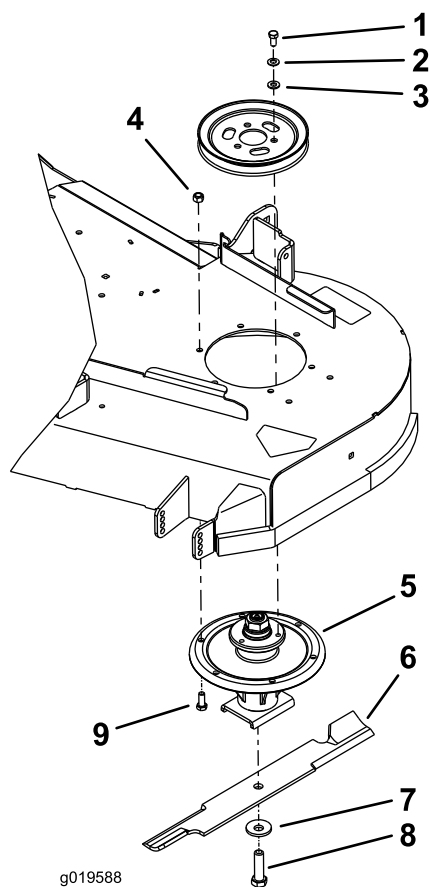

Figura 1
4. Retire los tres pernos que sujetan la polea de la carcasa al buje de aluminio. Guarde la polea de la carcasa y deseche los pernos (Figura 1).
9. Instale el conjunto de eje nuevo debajo de la carcasa de corte con 6 pernos (M10-1,5 x 25) y 6 tuercas (M10-1,5) (Figura 1).
10. Alinee los tres taladros de la polea de la carcasa con los tres taladros del buje del eje e instale 3 pernos (3/8 x 3/4 pulgada), 3 arandelas curvas pequeñas y 3 arandelas planas (Figura 1).
11. Instale la cuchilla en el eje con el perno de la cuchilla y la arandela curva grande. Apriete el perno de la cuchilla a 115–150 N·m (85-110 pies-libra) (Figura 1).